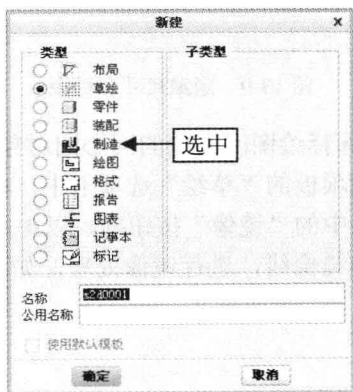

图 13-2 选中“草绘”单选按钮
Step 01 按【Ctrl+N】组合键,弹出“新建”对话框,在“类型”选项区中选中“草绘”单选按钮,如图 13-2 所示,单击“确定”按钮,进入草绘环境。